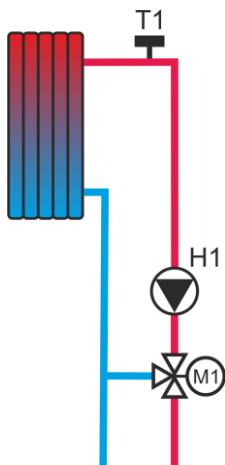
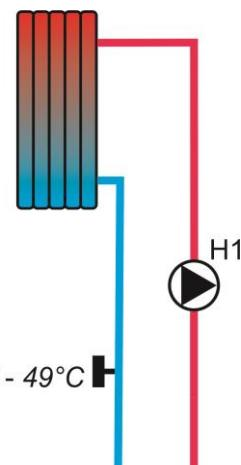

Рисунок 13
Рисунок 14
Если в вашей схеме имеются контура отопления, управляемые только насосами (см. Рисунок 14) и их подключение выполнено согласно схеме, приведенной на Рисунке 21, то в данном случае насосы контуров можно протестировать в меню тестирования 3-х ходовых клапанов (см. п 7.2). Требуемый насос должен включиться, если нажать соответствующую ему кнопку **Клапан контура ... Открыть**.
Настройки контура отопления зависят его конфигурации. Контур отопления может содержать смесительный клапан (M) и насос (H) см. Рисунок 13, или только насос (H) см. Рисунок 14.
Если контур отопления управляется только насосом и 3-х ходовой клапан отсутствует (см. Рисунок 14), поставьте значение **ХОД, С** – максимальное значение!
Если контур отопления управляет только насосом и 3-х ходовой клапан отсутствует (см. Рисунок 14), поставьте значение Задержка – 0!
Если температура в контуре поддерживается только с помощью насоса (см. Рисунок 14), то дифференциал будет только в плюс!
Если контур ГВС управляет только насосом и 3-х ходовой клапан отсутствует (см. Рисунок 14), поставьте значение **ХОД, С** – 000.
Если контур ГВС управляет только насосом и 3-х ходовой клапан отсутствует (см. Рисунок 14), задайте значение **ЗАДЕРЖКА, С** – 0.